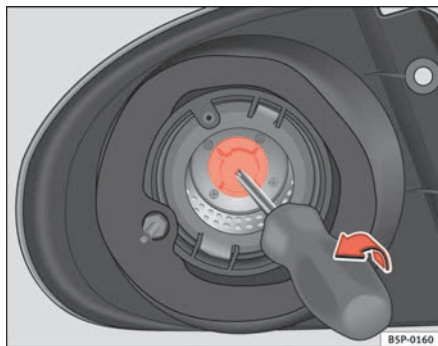

Fig. 193 Luz intermitente
- Retirar o porta-lâmpadas do intermitente com a ajuda de uma chave de parafusos no sentido da seta (consultar ⇒ fig. 193).